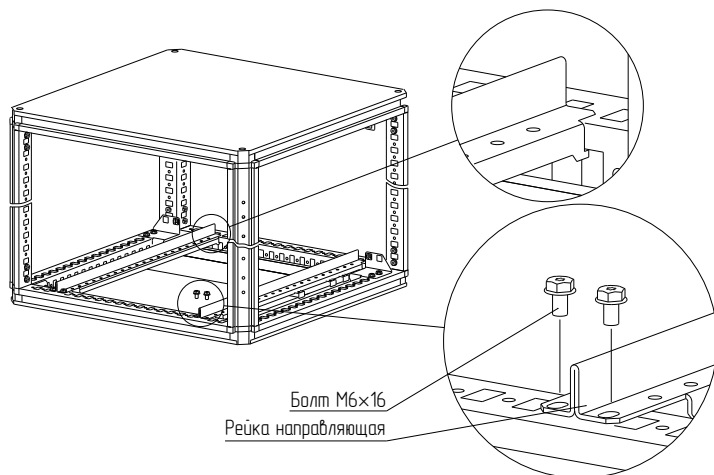

Рисунок 20
4.5.6 Для удобства установки панели монтажной рекомендуется применять направляющие рейки (рисунок 20). Направляющие рейки необходимо закрепить на основании болтами М6×16. Момент затяжки – 7 Н·м. Направляющие рейки и болты М6×16 в комплект не входят и приобретаются отдельно.